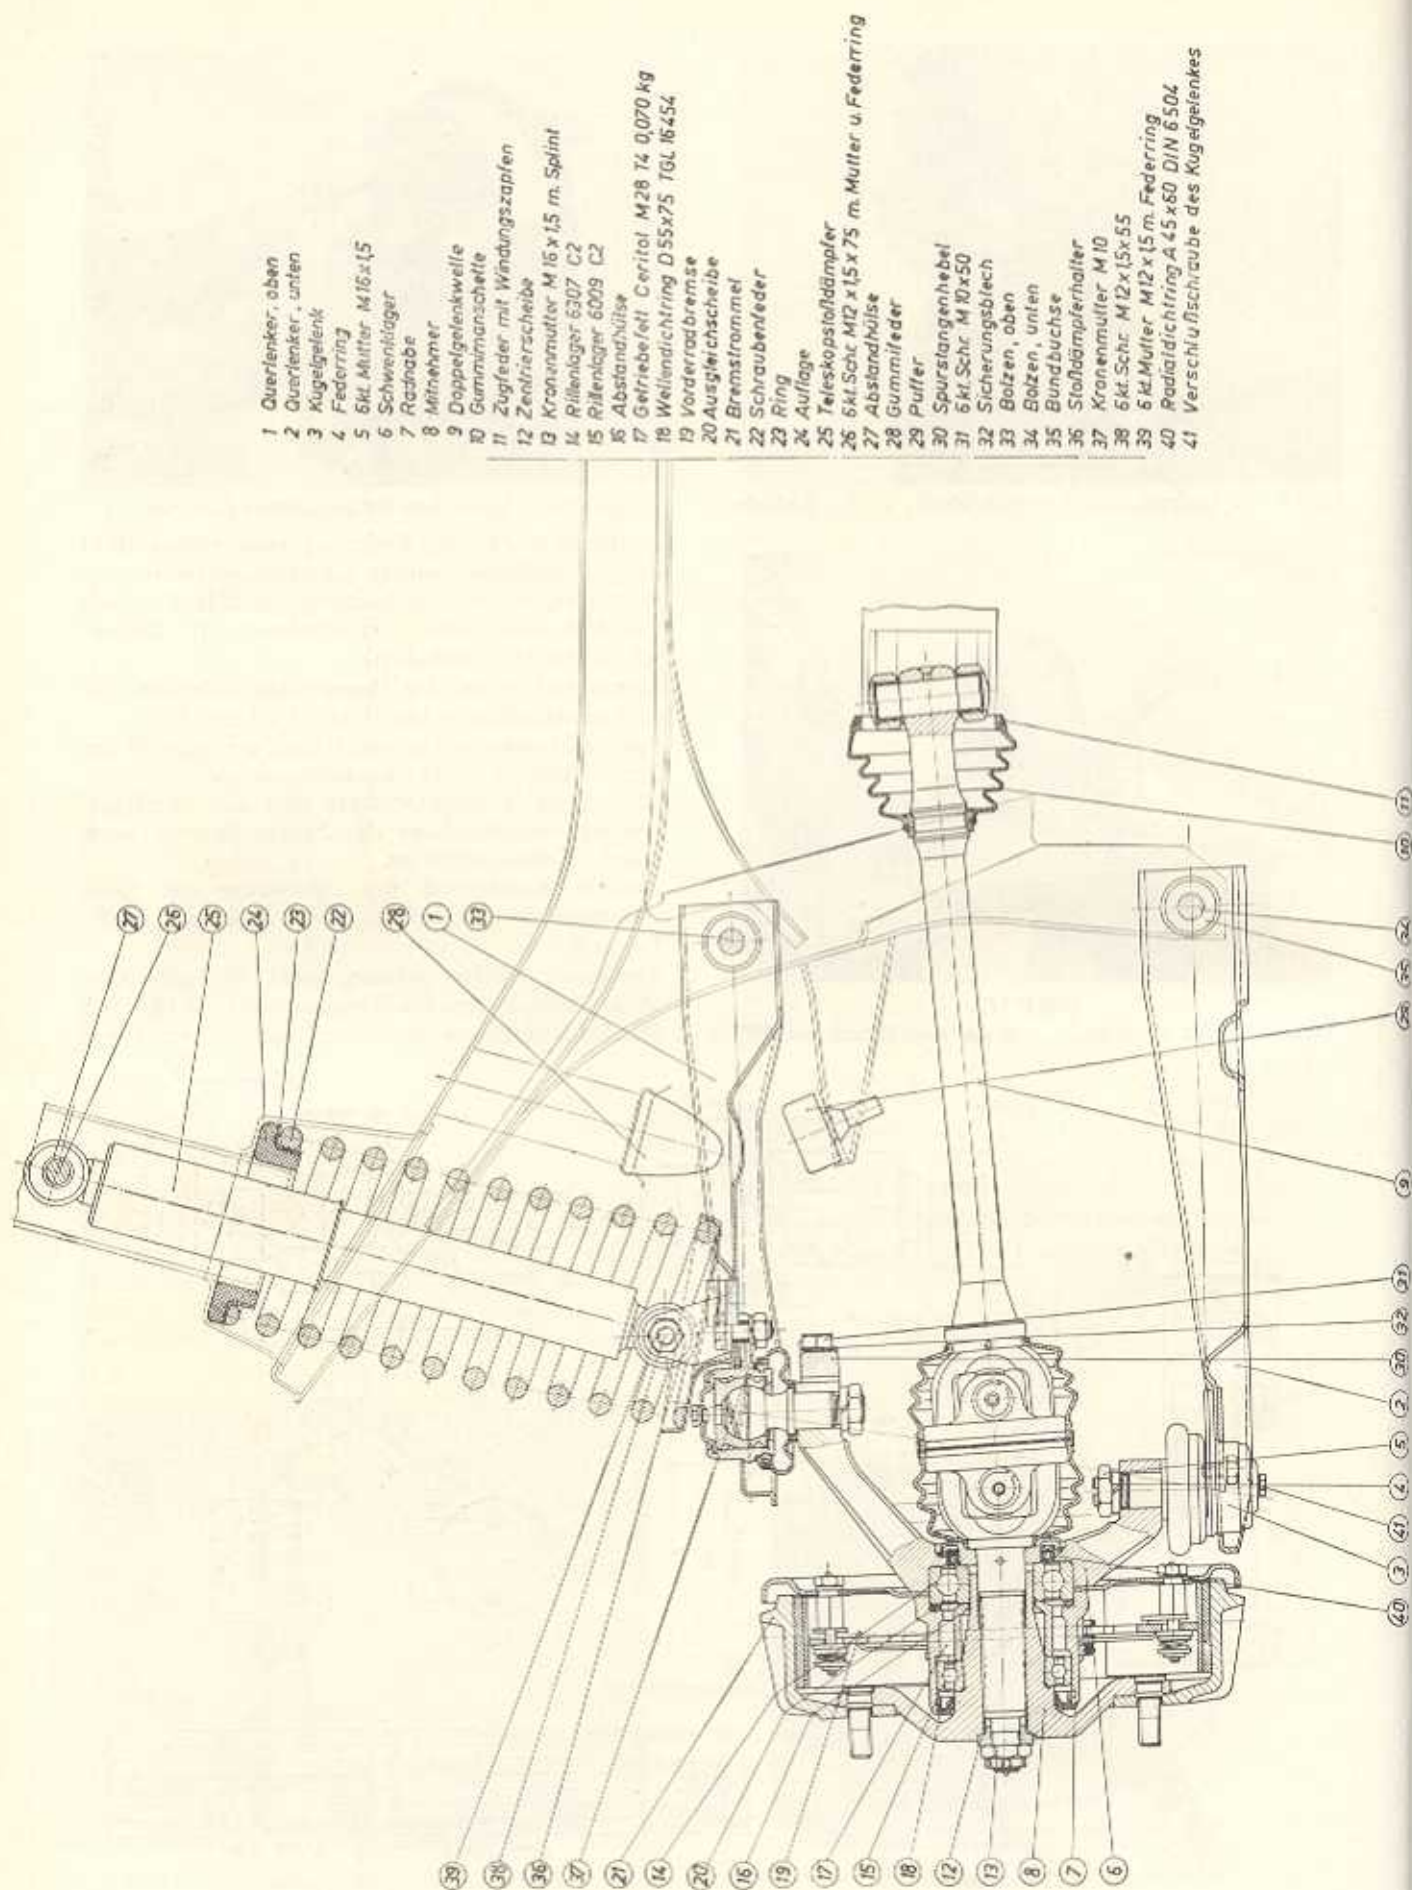

Bild F 49. Schnittzeichnung der Vorderachse
5.3.4. Vorderradantrieb zusammenbauen (Bild F 49)